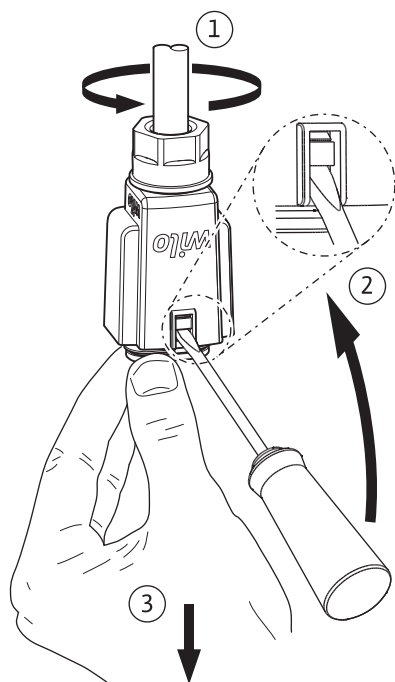

Fig. 6: Wilo-Connector demontāža
- Noņemiet Wilo-Connector no sūkņa un demontējiet ar atbilstošu skrūvgriezi (Fig. 6).